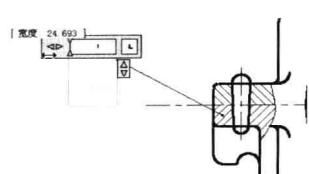

图 7-5-9
(5) 选择菜单命令“标注 / 多重引线”，或单击“注释”选项卡，在“引线”面板中单击“多重引线”按钮 ，命令行提示“指定引线箭头的位置或 [引线基线优先(L)/ 内容优先(C)/ 选项(O)] <选项>”，单击一点，确定该点为多重引线箭头符号小点的起始位置。移动光标，拖出一个圆点和引线。
(6) 命令行提示“指定引线基线的位置”，单击另一点，确定该点为基线的位置，显示出多行文字编辑器，移动标尺宽度箭头，增宽多行文字的宽度，如图 7-5-9 所示。